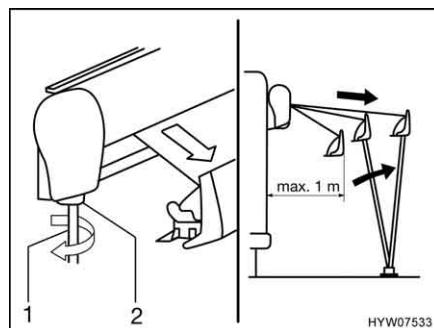

Fig. 33 Estrazione della tenda
- Inserire la manovella (Fig. 33,1) nel supporto a baionetta (Fig. 33,2) della tenda e girarla in senso antiorario.